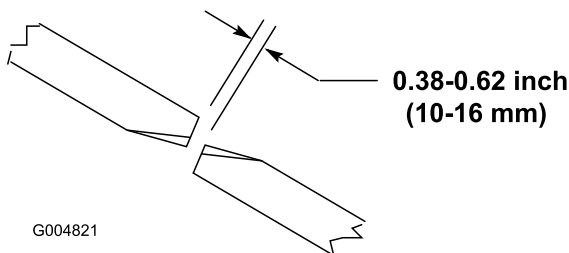

Bild 25
Für den richtigen Betrieb des Mähwerks muss ein Abstand von 10 mm bis 16 mm zwischen den Messerspitzen des Seiten- und mittleren Mähwerks bestehen (Bild 25).
2. Drehen Sie ein mittleres und ein daneben befindliches seitliches Messer, sodass die Messerspitzen ausgerichtet sind. Messen Sie den Abstand zwischen den Messerspitzen (Bild 25).